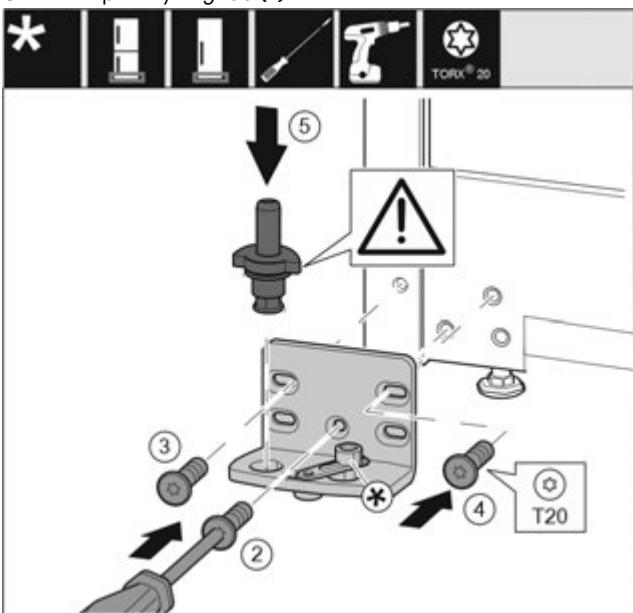

Fig. 36
- ▶ Встановіть опорний кронштейн з іншого боку і закріпіть гвинтами за допомогою викрутки T20. Почніть із гвинта 2 знизу посередині. Fig. 36 (2)
- ▶ Закрутіть гвинти 3 та 4. Fig. 36 (3,4)
- ▶ Вставте цілком опорний гвинт. При цьому виступ фіксатора повинен бути спрямований назад. Fig. 36 (5)
- ▶ Встановіть опорний кронштейн з іншого боку і закріпіть гвинтами за допомогою викрутки T20. Почніть із гвинта 2 знизу посередині. (2)
- ▶ Поверніть з'єднувальний елемент демпфера на 180°. Пригвинтіть з іншого боку опорного кронштейна за допомогою викрутки T20. (5)
- ▶ Вставте цілком опорний гвинт. При цьому виступ фіксатора повинен бути спрямований назад. (6)